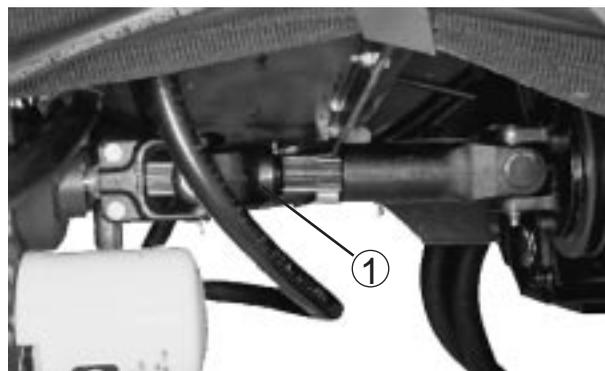

図 18
1. ドライブシャフト (図 18) をエンジンドライブ カップラに接続しているキャップスクリューをはずして、ドライブシャフトを外します。
5. 牽引が終わったら、図18のようにドライブシャフトを元通りに取り付けます。スプラインにより、正しい方向以外では接続できないようになっています。